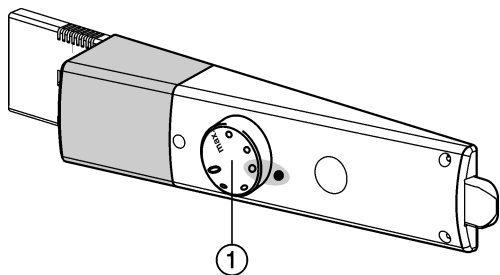

Fig. 2
- ▶ Gire el regulador de temperatura *Fig. 2 (1)* hacia la derecha desde la posición 0 hasta el punto 3.